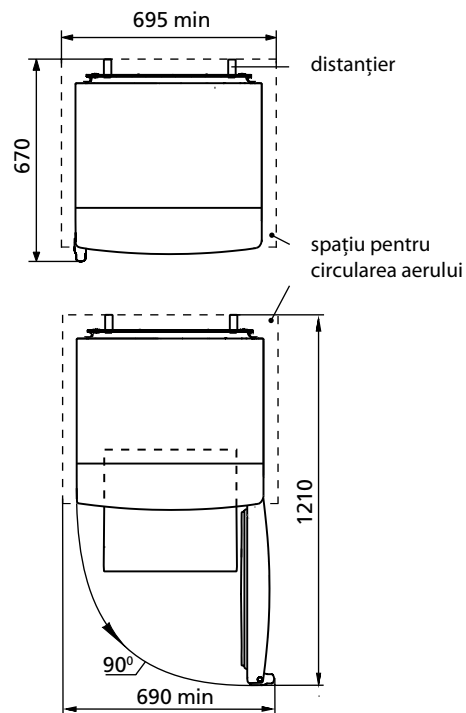

Figura 2 – Frigider (vedere de sus)
1.3 Spațiul total necesar pentru funcționarea frigiderului se determină de dimensiunile de gabarit, indicate în milimetri în figura 2. Pentru extragerea liberă a pieselor de completare din frigider este necesar de deschis ușa la unghiul nu mai mic de 90°.